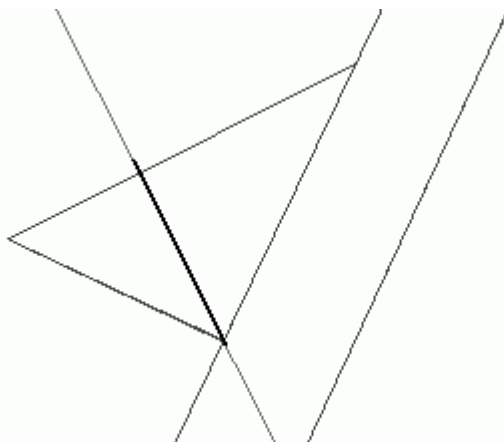

Рис. 3.92. Эскиз для формирования опорной поверхности под жезл
4. Создайте еще один эскиз в этой же плоскости. В нем разместите один отрезок, который обозначит опорную поверхность ниши. Скопируйте его из чертежа, но обязательно проследите, чтобы его первая точка не располагалась на передней стенке редуктора, а лишь максимально приближалась к ней. Вторая точка отрезка должна немного выступать за контур-образующую ниши (рис. 3.92).